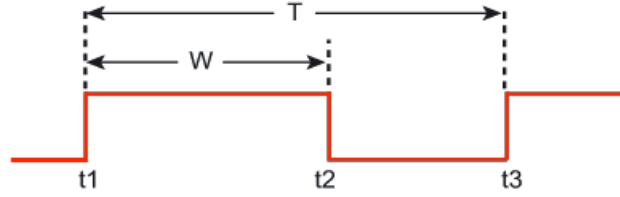

Figura 5
El "duty cycle" de una señal es la relación existente entre el ancho de pulso (W) y el período (T), figura 5. Los acelerómetros, por ejemplo, varían el "duty cycle" de su salida basados en la aceleración, actuando sobre el sistema. El módulo CCP, configurado en modo "Capture", puede ser usado para medir el "duty cycle" de este tipo de sensores. Aquí